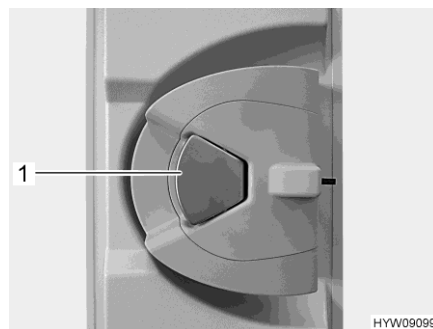

Bild 34 Türschloss (Eingangstür innen)
- Wenn das Türschloss verriegelt ist: Am Türgriff (Bild 34,1) einmal ziehen. Die Tür ist entriegelt.
- Am Türgriff (Bild 34,1) ziehen. Die Tür ist geöffnet.
- Den Türgriff (Bild 34,1) drücken.